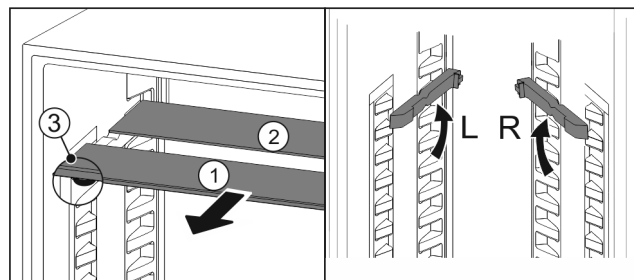

Fig. 91
- Vytiahnite sklené dosky jednotlivo dopredu Fig. 91 (1).
- ▷ Sklená doska Fig. 91 (1) s ozdobnou lištou leží vpredu.
- ▷ Zarážky Fig. 91 (3) ukazujú nadol.